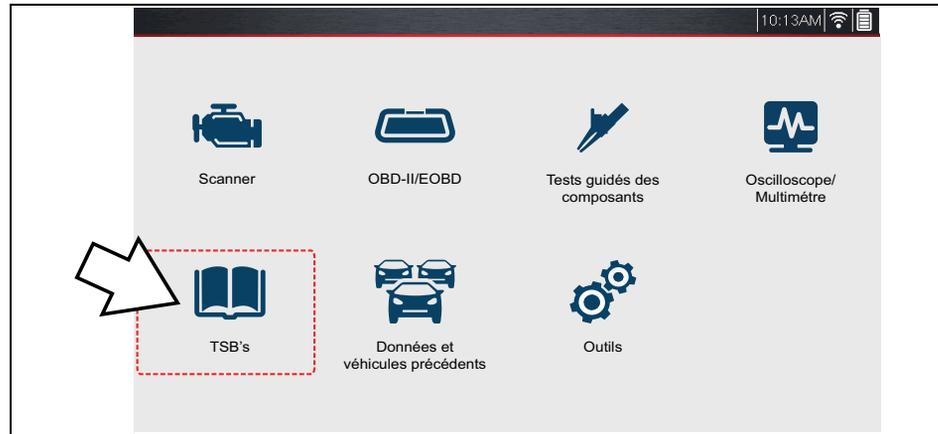

Figure 10-1 Écran d'accueil - Icône TSB
1. Sélectionnez l'icône TSB sur l'écran d'accueil (Figure 10-1).